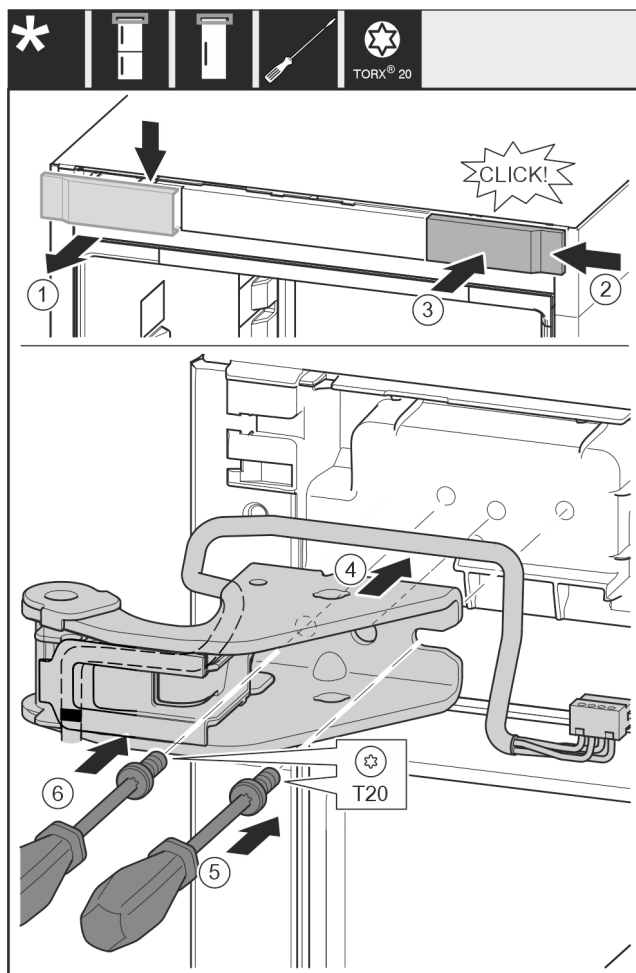

Fig. 34
- ▶ Odeberte kryt Fig. 34 (1) shora dopředu.
- ▶ Kryt Fig. 34 (2) otočený o 180° zavěste na druhé straně zprava.
- ▶ Zaklapněte kryt Fig. 34 (3).
- ▶ Nasad'te horní stojan ložiska Fig. 34 (4).
- ▶ Šroubovákem nasad'te šroub Fig. 34 (5) a utáhněte.
- ▶ Šroubovákem nasad'te šroub Fig. 34 (6) a utáhněte.